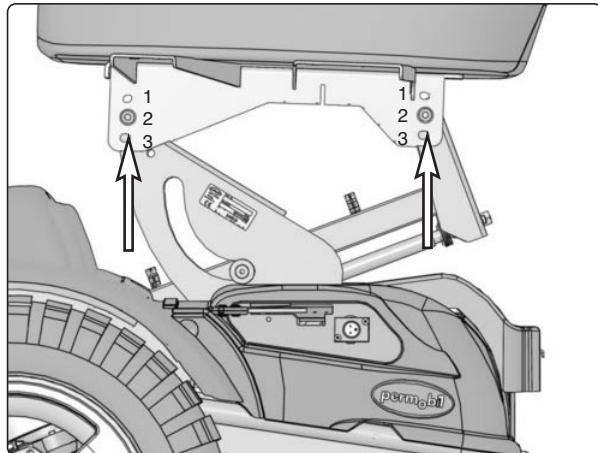

Bild 1.
6. Demontera sitsen, den sitter monterad med två skruvar, se bild 1.
5. Demontera sitsen, den sitter monterad med två skruvar, se bild 1.
7. Montera sitsvridningen på sitslyften med medföljande skruvsats. Sitsvridningen kan monteras på tre olika höjder efter önskemål. se bild 1 och 2.